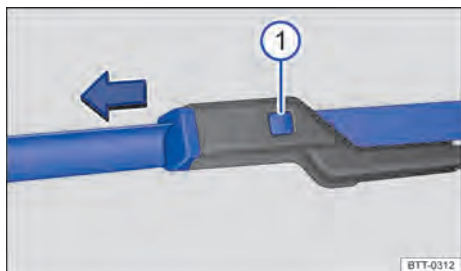

Fig. 230 Substituir as palhetas dos limpadores do para-brisa.
- Manter o botão de destravamento ⇒ Fig. 230 ① pressionado e, ao mesmo tempo, retirar a palheta dos limpadores do para-brisa no sentido da seta.